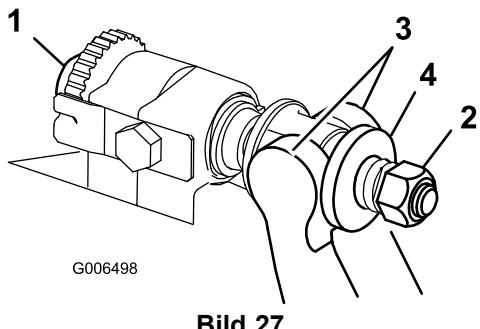

Bild 27
- Drehen Sie die Einstellschrauben des Untermesserträgers nach links, damit sich der Abstand zwischen Untermesser und Spindel vergrößert (Bild 27).
- Drehen Sie die Federspannungsmutter so weit hinaus, bis die Scheibe nicht mehr gegen den Untermesserträger angespannt ist (Bild 27).